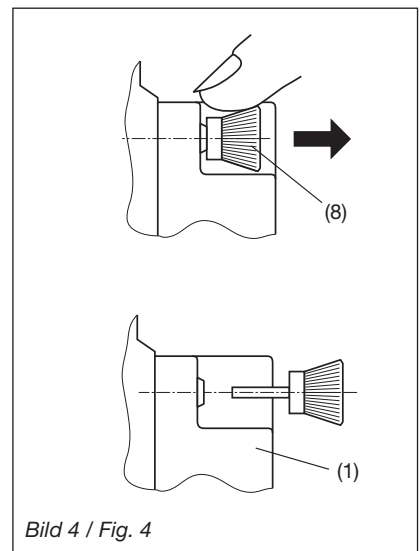

Bild 4 / Fig. 4
Zum Demontieren den gerändelten Kopf (6) der Kunststoff-Spreiznieten mit den Fingern herausziehen (Bild 4). Das Erweiterungs-Modul (1) lässt sich jetzt abnehmen.
Pour le démontage, retirer les rivets spéciaux en les tenant par leur tête moletée (6) (Fig. 4). Le module complémentaire (1) peut maintenant être débranché.
To release the module, pull out the plastic clips by the knurled knob (6) with the fingers (fig 4). The extension module (1) can now be removed.